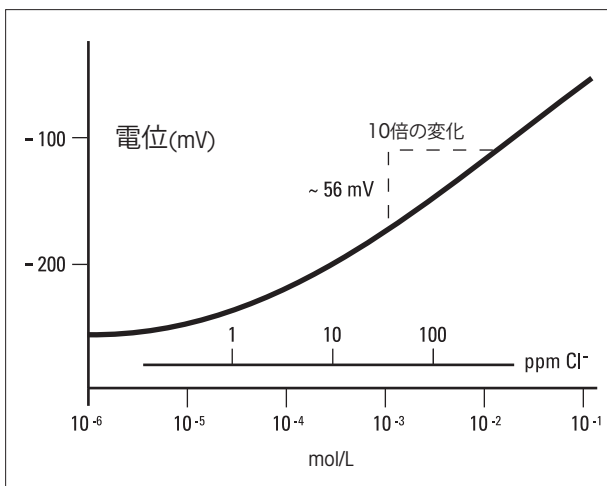

図 2 – 典型的な塩化物イオン電極の校正曲線
3. 表 2 に示す順番に従って、1000 mg/L または 10^{-2} mol/L の塩化物イオン標準液をビーカーに加えていきます。加えるごとに、安定した mV 値を記録します。片対数グラフ用紙を使用して、比例軸（縦）に mV 値、対数軸（横）に標準液の濃度を取り、校正曲線を作成します。校正曲線は、毎日新しい標準液を使用して作成してください（図 2 を参照）。